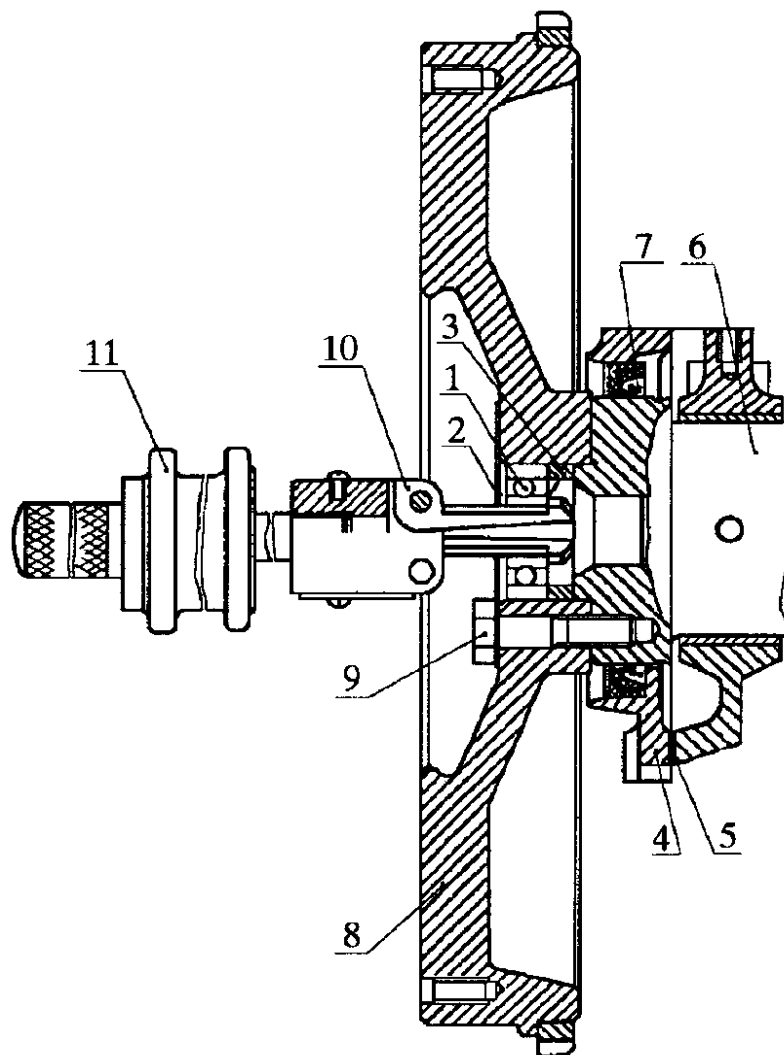

Рис.43. Снятие подшипника первичного вала коробки передач:
- снять с помощью приспособления и съемника подшипник первичного вала из маховика (рис.43);